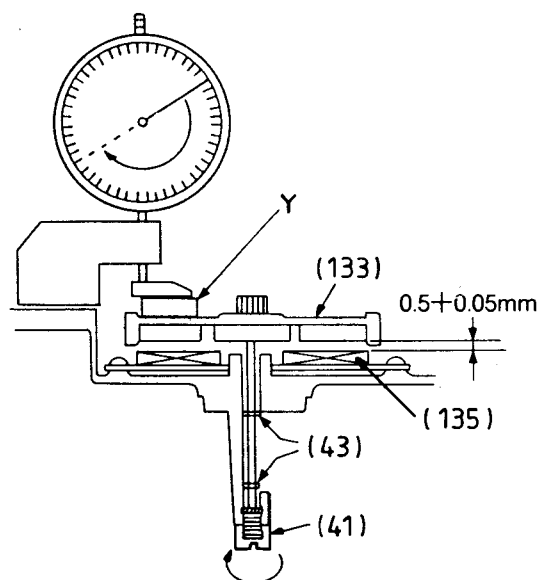

Fig. 21
- Mit der Einstellschraube (41) Abstand zwischen Capstanrotor (133) und -stator (135) auf 0,5mm...0,55mm einstellen (Fig. 21).
- With the Adjustment Screw (41) adjust the distance between the Capstan Rotor (133) and the Stator (135) to 0.5mm ... 0.55mm (Fig.21).